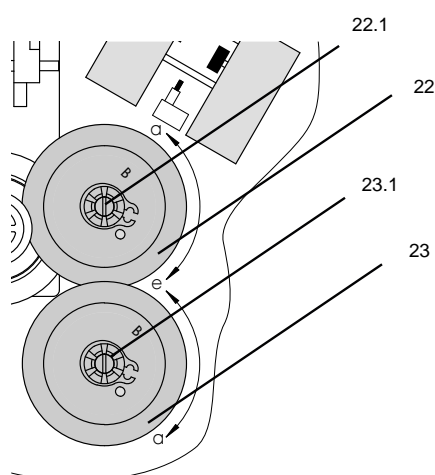

Bild 25: Zahnräder mit Sicherungsringen
4. Zwischenrad (1) auf Dom 1 (11.1) aufstecken.
5. Zackenring (3) aufsetzen und bis zum Anschlag herunterdrücken.
6. Spannfeder (4) so auf Dom 3 (11.3) aufsetzen, dass der lange Schenkel der Feder auf der Mantelfläche des Zwischenrads (1) und der kurze Schenkel zwischen Dom 3 (11.3) und Dom 4 (11.4) liegt.
7. Passscheibe (10) auf Dom 2 (11.2) aufstecken.
8. Zackenring (6) aufsetzen und bis zum Anschlag herunterdrücken.
9. Die mit Sicherungsringen versehenen Zahnräder (22 und 23) der Widerstandsferngeber dem Nennhub des Ventils entsprechend auf ihre Achsen aufstecken. Die Bezeichnung „A“ für Nennhub 30 mm oder „B“ für Nennhub 15 mm muss von oben lesbar sein (vgl. Bild 25).
10. Antriebsplatine (12) in ihre Führung schieben.